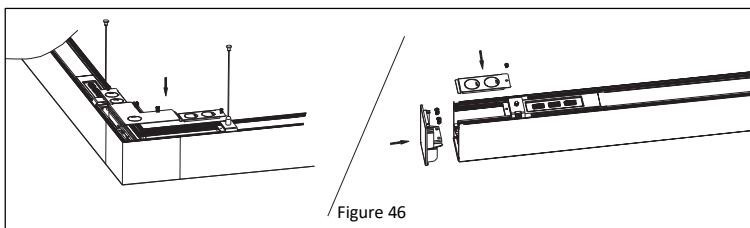

Figure 46
8. Réinstallez le couvercle du connecteur en « L » et du luminaire. **Reportez-vous à la Figure 46.**